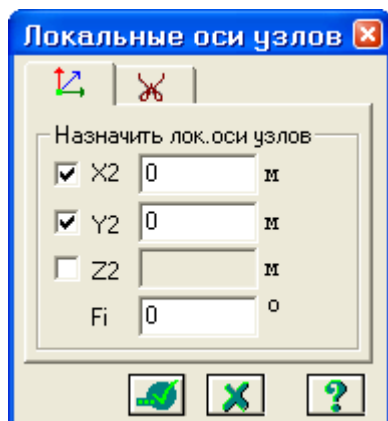

Рис.6.6. Диалоговое окно **Локальные оси узлов**
- С помощью пункта меню **Схема** ⇒ **Корректировка** ⇒ **Локальные оси узлов** вызовите диалоговое окно **Локальные оси узлов** (рис.6.6).